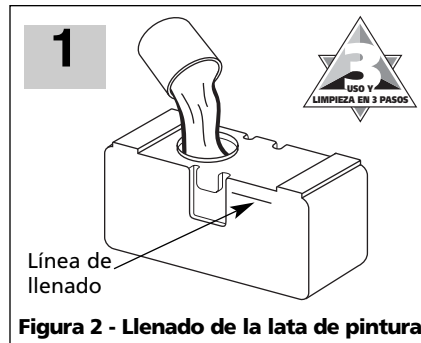

Figura 2 - Llenado de la lata de pintura
2. Llene la lata con pintura de modo que esa pintura esté apenas por debajo de la línea de llenado (vea la figura 2). Esto permitirá espacio adicional para diluir la pintura si fuera necesario.